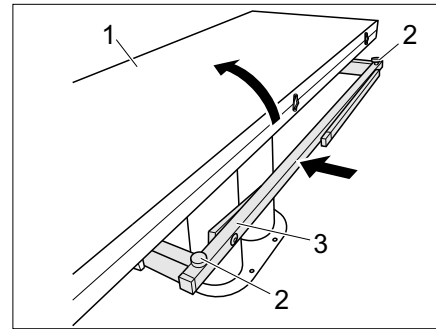

Fig. 113 Raccourcir la table
- Rabattre la moitié de table (Fig. 113,1).
- Visser les deux vis de réglage (Fig. 113,2).
- Insérer l'infrastructure de la table (Fig. 113,3).